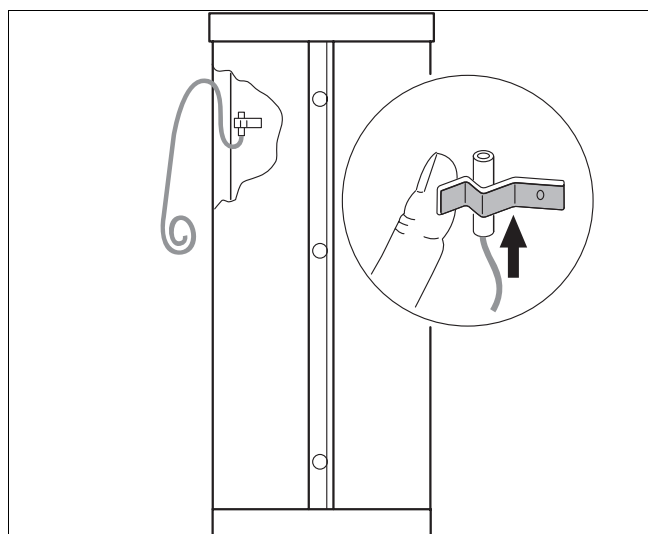

Fig. 4 Montarea senzorului (schemă de principiu)
- Senzorul se introduce în așa fel în suportul-arc încât întreaga suprafață de contact a senzorului să fie în contact cu suprafața exterioară a acumulatorului de apă caldă (fig. 4).